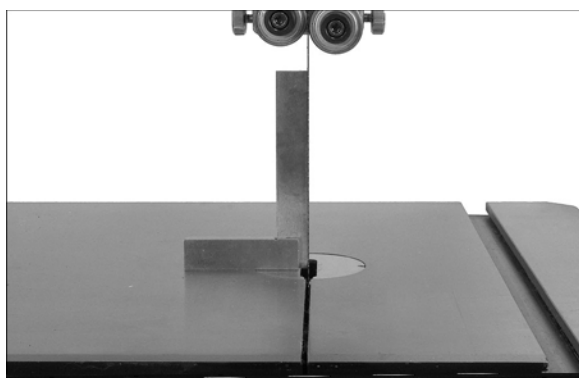

Рис. 17.
4. Положите на стол угольник, установив его вплотную к пильному полотну, чтобы проверить, что угол между столом и полотном составляет 90°. См. Рис. 17. Не надавливайте угольником на пильное полотно.